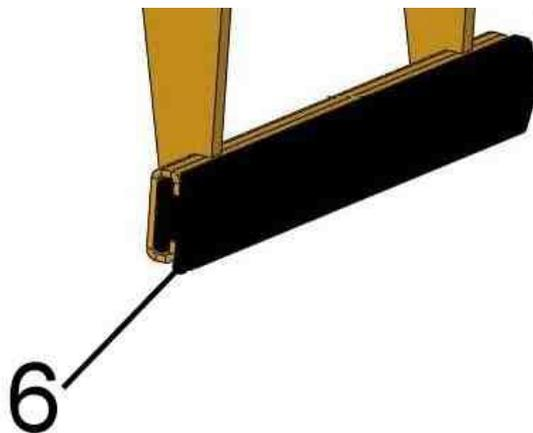
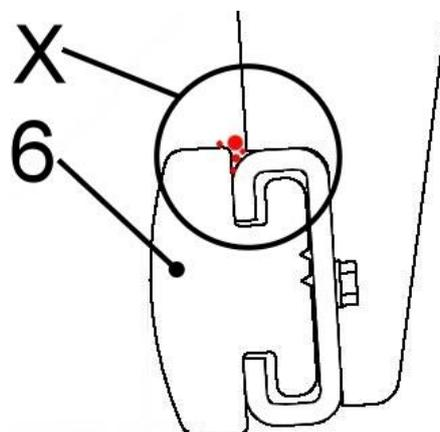

Fig. 1
Fig. 2
Regelmessig kontroll for smuss (f.eks. små steinpartikler) i det øvre område (se punkter bildedetalj «X» i fig. 2) på griepakkene av gummi (6) → se fig. 1 / fig. 2.